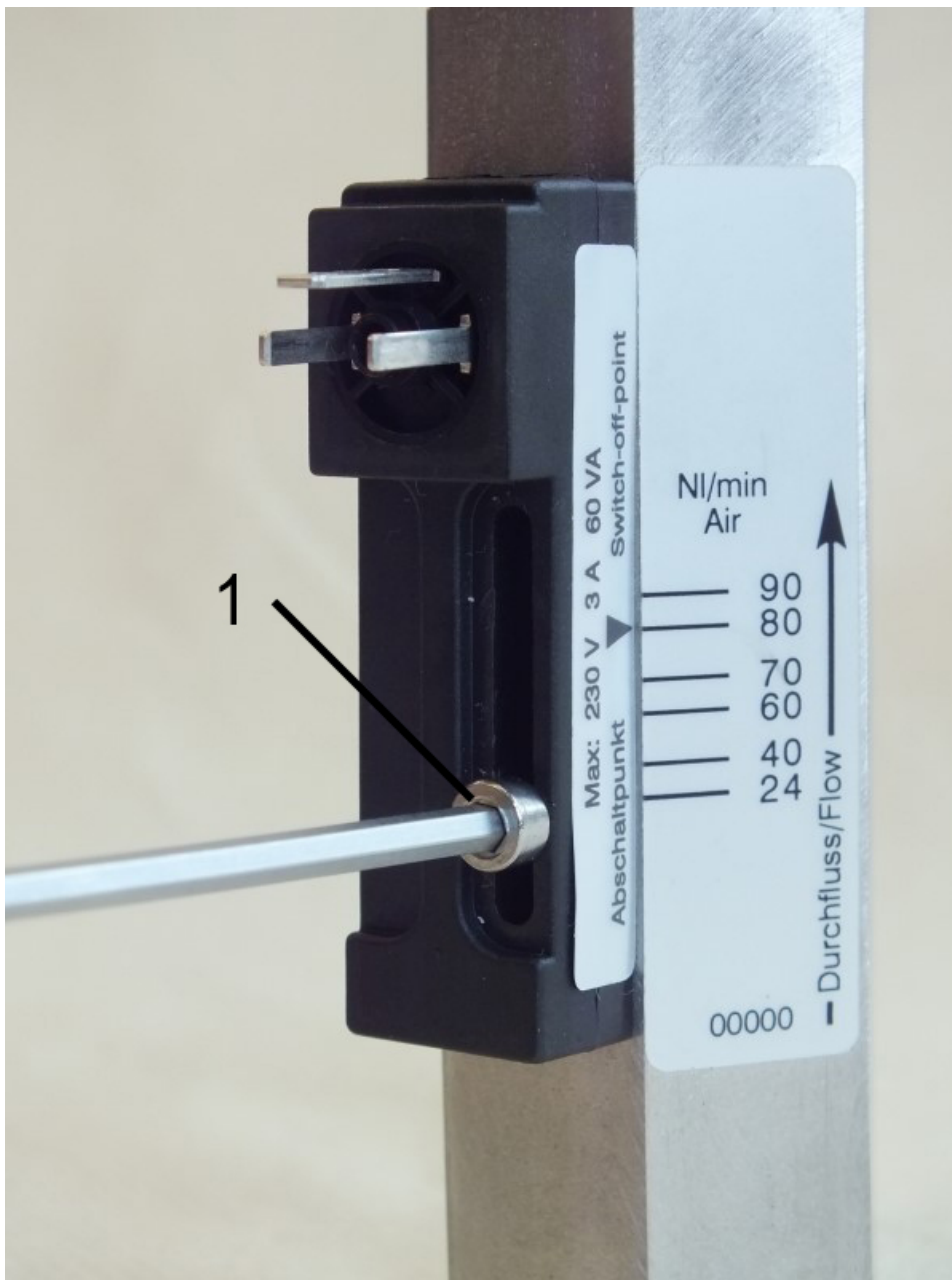

Abb. 33: Feststellschraube lösen
1. Die Feststellschraube des Schaltkontaktes (Abb. 33/1) mit einem Sechskant-Schraubendreher lösen.
3. Feststellschraube des Schaltkontaktes (Abb. 33/1) mit einem Sechskant-Schraubendreher wieder anziehen. Dabei Schrauben-Anziehdrehmoment beachten.